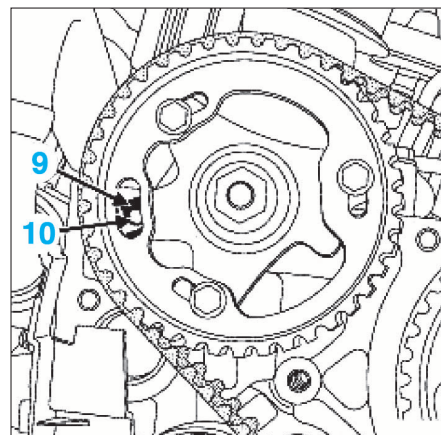

FIG. 31
- Effectuer deux tours de vilebrequin dans le sens horaire (côté distribution). Arrêter avant que le trou (9) de la poulie d'arbre à cames ne soit en face du trou (10) de la culasse (Fig.31).